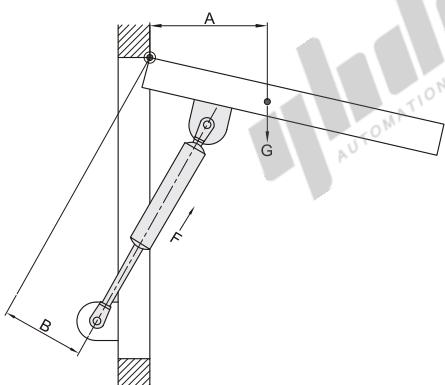

图2
1、如（图2）所示，根据下式计算所需的反作用力（F），找到可以使用的形状范围。